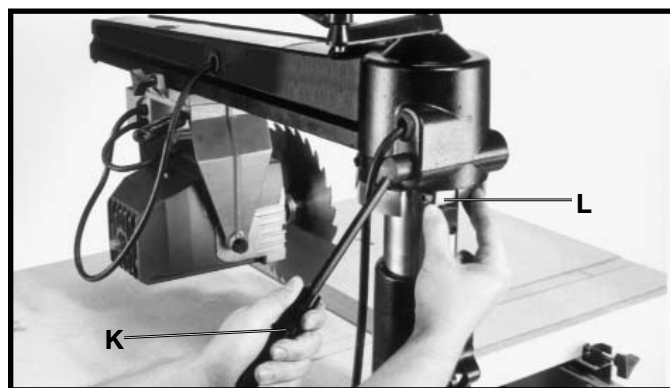
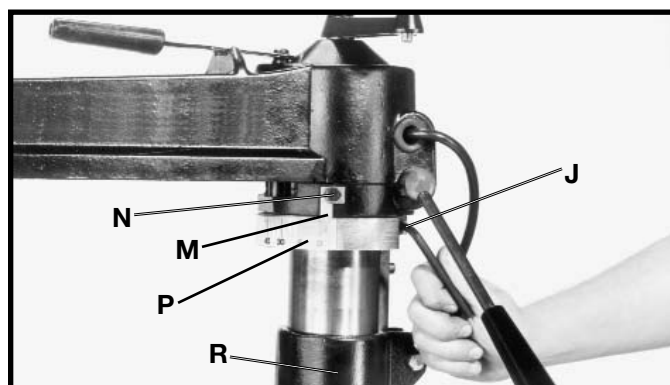

Fig. 35
Fig. 36
8. Con la agarradera de abrazadera del brazo guía (K) Fig. 35 apretada, gire el anillo índice (L) en sentido contrario a las agujas del reloj hasta que se detenga. Apriete entonces el tornillo de cierre del anillo índice (J) Fig. 36.
9. Existen dos indicadores de índice de ingletes, uno de los cuales aparece en (M) Fig. 36. Realice el ajuste en la siguiente manera: afloje el tornillo (N) y mueva el indicador (M) hasta que quede alineado con la marca de "cero" sobre la escala de ingletes (P). Apriete entonces el tornillo (N). Ajuste el indicador del índice de ingletes situado en el otro lado de la columna (R) en la misma manera.